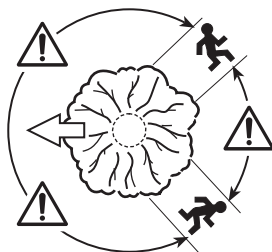

Fig.26
- > Avant le début de la coupe, il est indispensable de prévoir un itinéraire de retraite et de dégager tous les obstacles. L'itinéraire de retraite doit être dirigé vers l'arrière, en diagonale, du côté opposé à la direction de chute supposée (Fig.26).